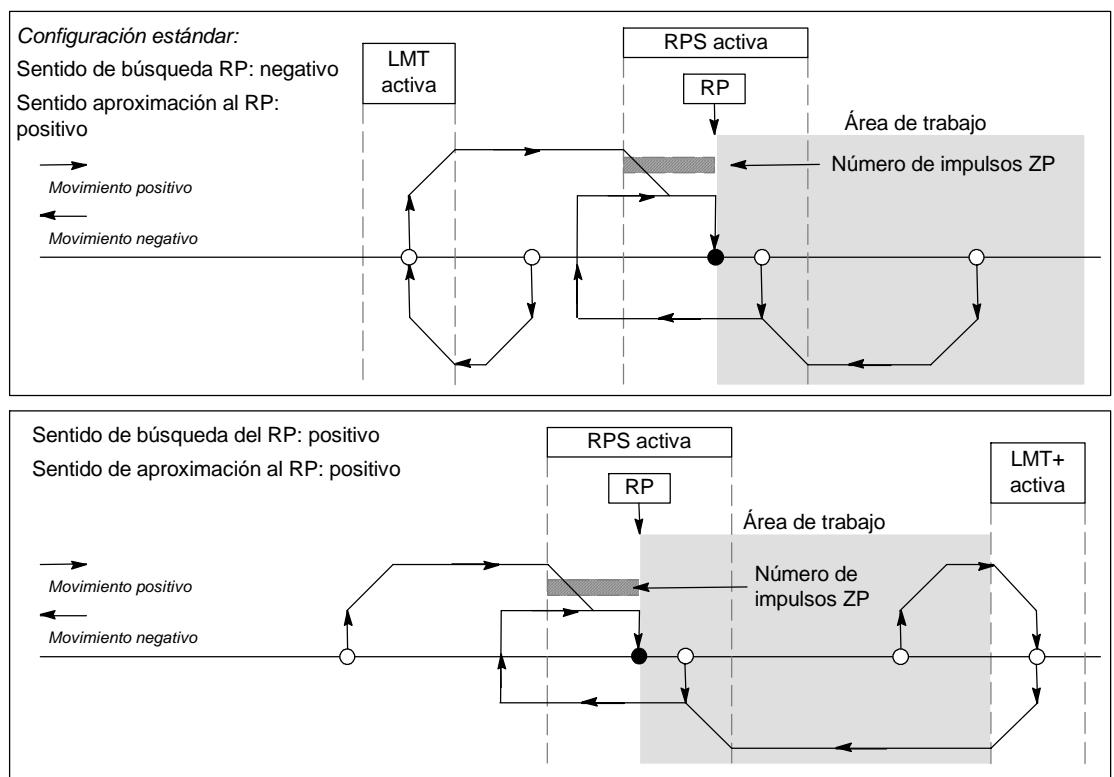

Figura 9-24 Búsqueda del RP: Modo 4
- La figura 9-24 muestra dos opciones del modo 4 de búsqueda del RP. En este modo, el RP se encuentra a un número determinado de impulsos cero (ZP) dentro del área activa de la entrada RPS.